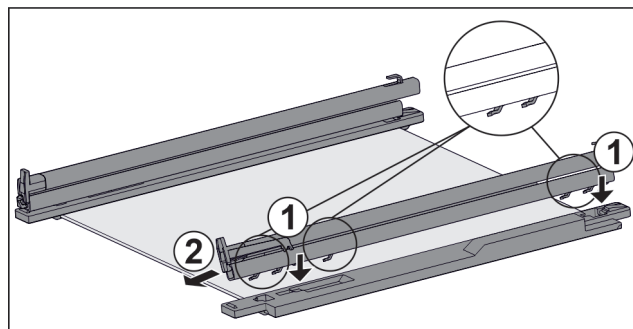

Fig. 115 Płyta szklana z szynami i elementami mocującymi
- ▶ Założyć haki szyny w otworach **lewego** elementu mocującego. Fig. 115 (1)
- ▶ Pociągnąć szynę do przodu. Fig. 115 (2)
- ▶ Założyć haki szyny w otworach **prawego** elementu mocującego. Fig. 115 (1)